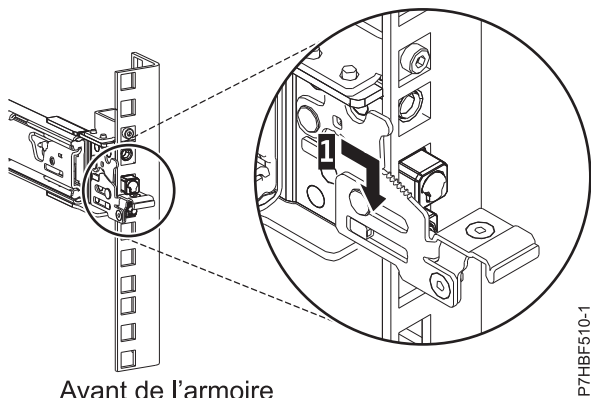

Figure 5. Broches installées sur la glissière avant de l'armoire
6. Tirez la glissière vers l'avant et insérez les trois broches à l'avant de la glissière dans les trous précédemment marqués de l'unité EIA sélectionnée. Abaissez la glissière **(1)** pour engager le crochet sur la broche du milieu. Pour plus de détails, voir figure 5, à la page 6.